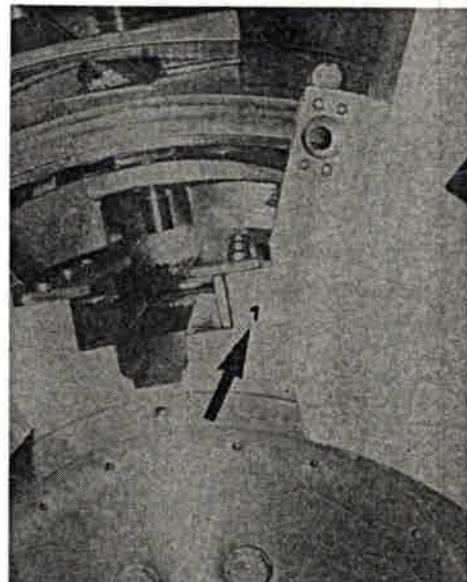

Bild 253
9. Entsprechende Zelle mit der gleichen Kennzeichnungsnummer wie die Aufnahme des Revolvertisches vor der Kalibrierstation (Bild 253/ Pfeil) in die Aufnahme einsetzen.